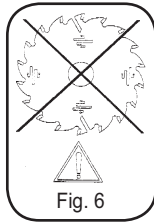

Fig. 6
- **Es dürfen keine Holzsägeblätter verwendet werden (Abb.6).**